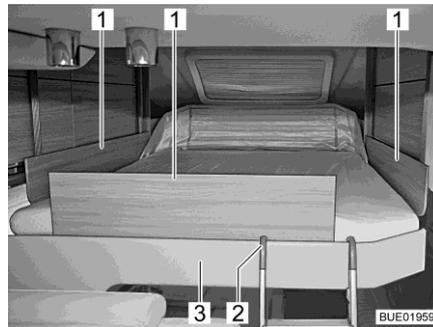

Bild 139 Hubbett mit Sicherungsplatten
- Sicherungsplatten (Bild 139,1) zwischen Matratze und Bettumrandung (Bild 139,3) stecken.
- Beide Bügel der Aufstiegsleiter (Bild 139,2) in die Bettumrandung (Bild 139,3) einhängen.
- Aufstiegsleiter (Bild 139,2) aus der Bettumrandung (Bild 139,3) aushängen.
Notbetrieb Wenn sich das Hubbett mit den Pfeiltasten (Bild 139, 2 und 8) nicht mehr bewegen lässt, zuerst die Sicherung Reserve 3 am Elektroblock prüfen (siehe Abschnitt 9.12.1). Wenn die Sicherung in Ordnung ist und sich das Hubbett trotzdem nicht bewegen lässt, kann das Hubbett manuell bedient werden.